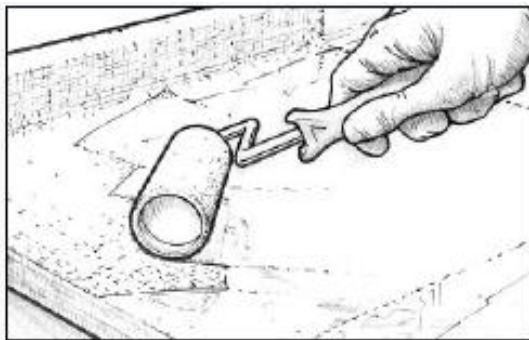

Рисунок 6-16 Для заполнения текстуры ткани, нанесите эпоксидную смолу до того, как пропиточный слой смолы застынет на отлип.
8. Покройте поверхность эпоксидной смолой, заполняя текстуру ткани, до того, как смола, которой пропитывалась ткань, достигнет последней стадии застывания (Рисунок 6-16). Следуйте рекомендациям по нанесению эпоксидного барьерного покрытия в разделе 6.4.6. Для того, чтобы полностью заполнить текстуру волокон ткани и сделать возможным шлифовку и не повредить ткань.